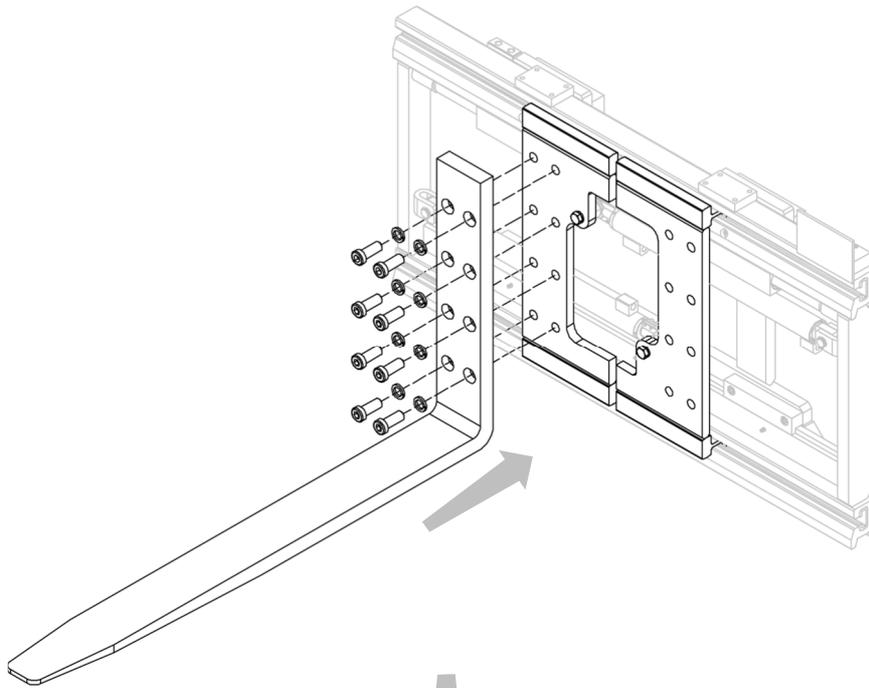
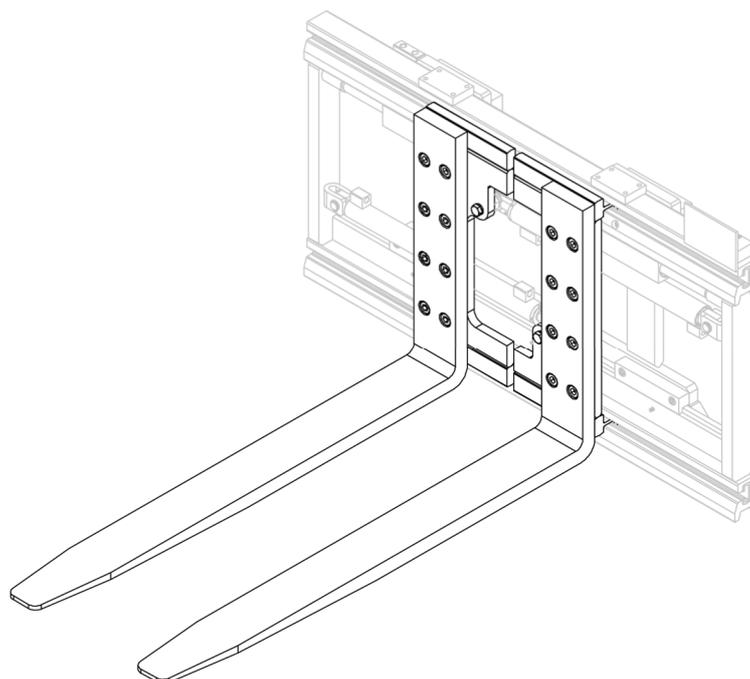

Figure 15
Figure 16
2. Appliquer les fourches sur les plateaux, à travers les vis et les rondelles élastiques appropriées (voir *Figure 15* et *Figure 16*).